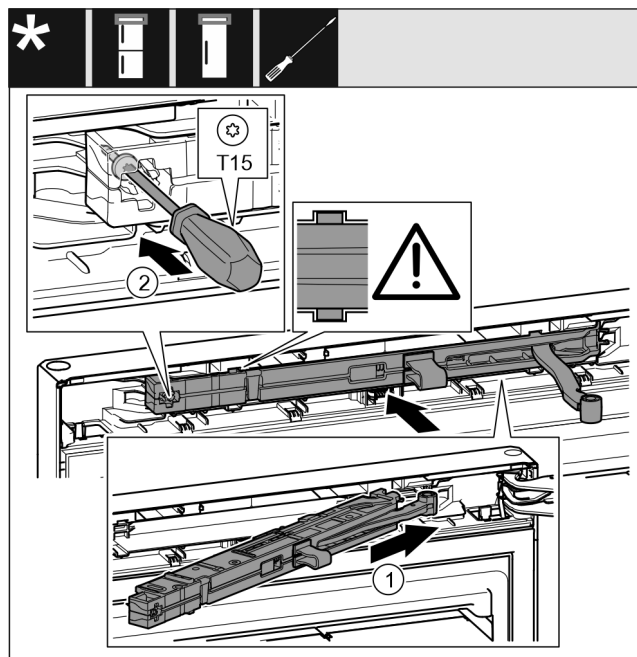

Fig. 24
- ▶ Tolja be ferden, ütközésig a záráscsillapító egységet Fig. 24 (1) a mélyedésbe a csapágybak felőli oldalán.
- ▶ Húzza meg a csavart Fig. 24 (2) csavarhúzóval.